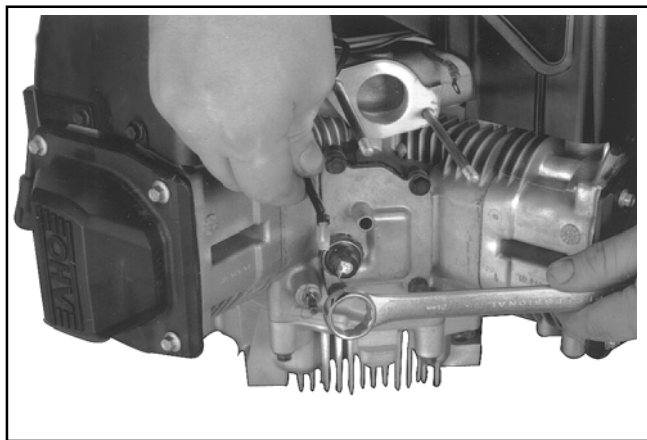

Figura 9-27. Rimozione del pressostato Oil Sentry™.
2. Rimuovere il pressostato Oil Sentry™ dal coperchio dello sfato (vedere Figura 9-27).